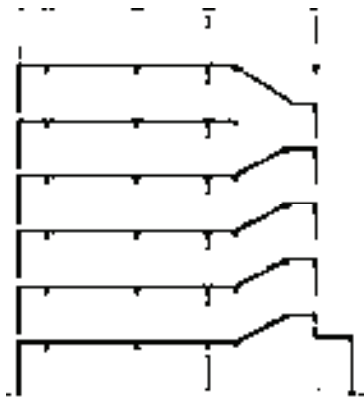

图 14-174 图案填充
21) 剖面填充。调用“剖面填充”命令和“图案填充”命令，为剖面图绘制填充图案，结果如图 14-174 所示。